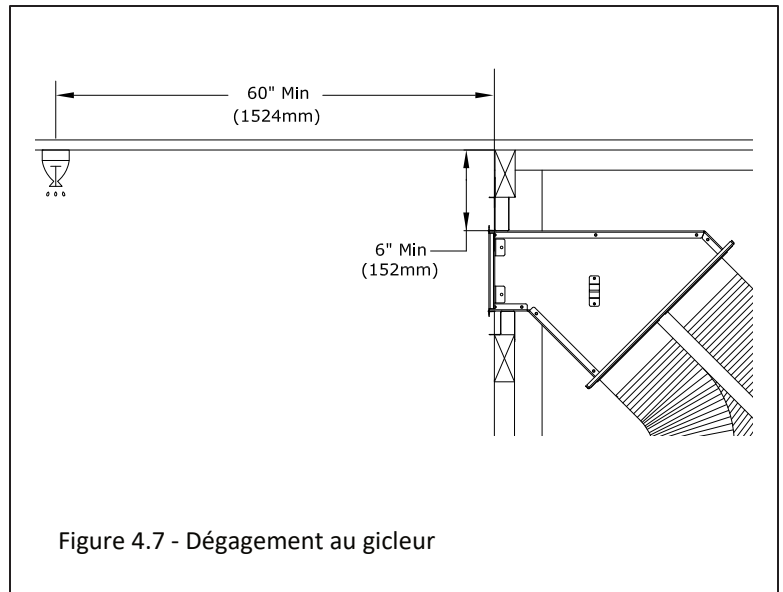

Figure 4.7 - Dégagement au gicleur
- La Figure 4.7 montre un KZK latéral, mais votre installation peut être légèrement différente.